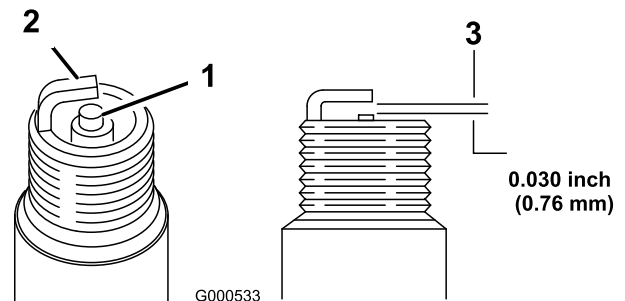

Figura 27
5. Ajuste la distancia entre los electrodos a 0,76 mm, según se muestra en Figura 27.